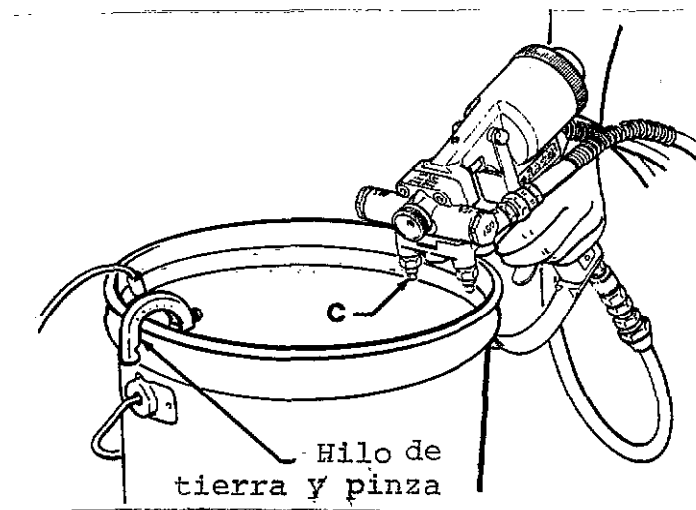

Fig 17
4. Utilizar la presión más baja posible y mantener la pistola firmemente en contacto metal-metal con un depósito metálico de descarga a la masa al efectuar el enjuague. Ver Fig. 17.